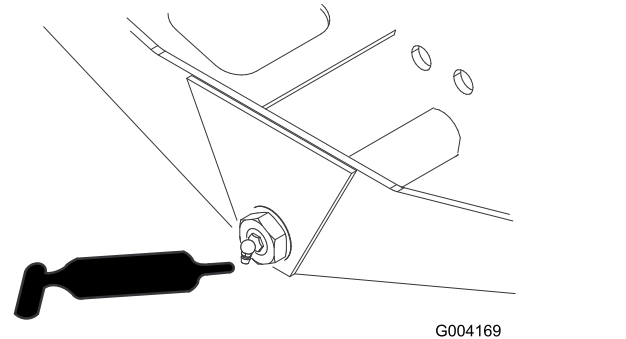

Figura 75
- Perno sterzante del ponte (1)–Figura 75